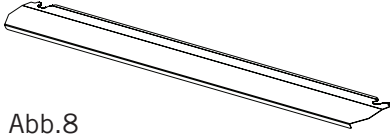

Abb.8
1. Eine Sicherheitsblende dient dem Schutz von Bedienfeld und Tasten, wenn sich der Ofen im Grillmodus befindet (Abbildung 8)